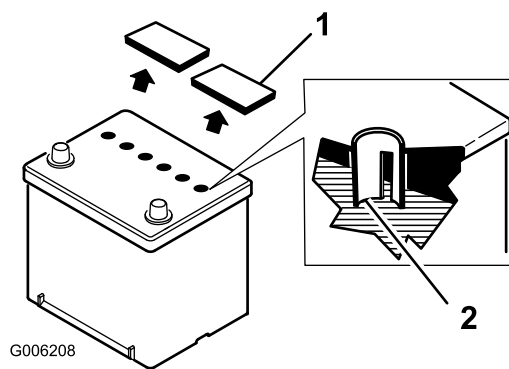

Figura 39
2. Rimuovere i tappi di sfiato dalla parte superiore della batteria e controllare l'interno degli elementi. L'elettrolito deve raggiungere la parte inferiore del tubo di ciascuna cella (Figura 39).
2. Rimuovere i tappi di sfato e versare lentamente acqua distillata in ogni elemento della batteria finché il livello non raggiunge la parte inferiore del tubo in ciascun elemento (Figura 39).